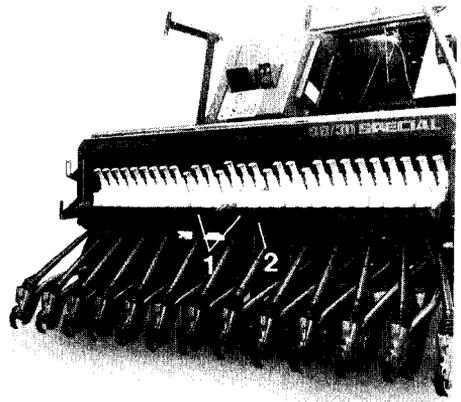

Fig. 23
--- Die Abdrehtmulden (Fig. 23/1) auf die Trichterschiene (Fig. 23/2) stellen.